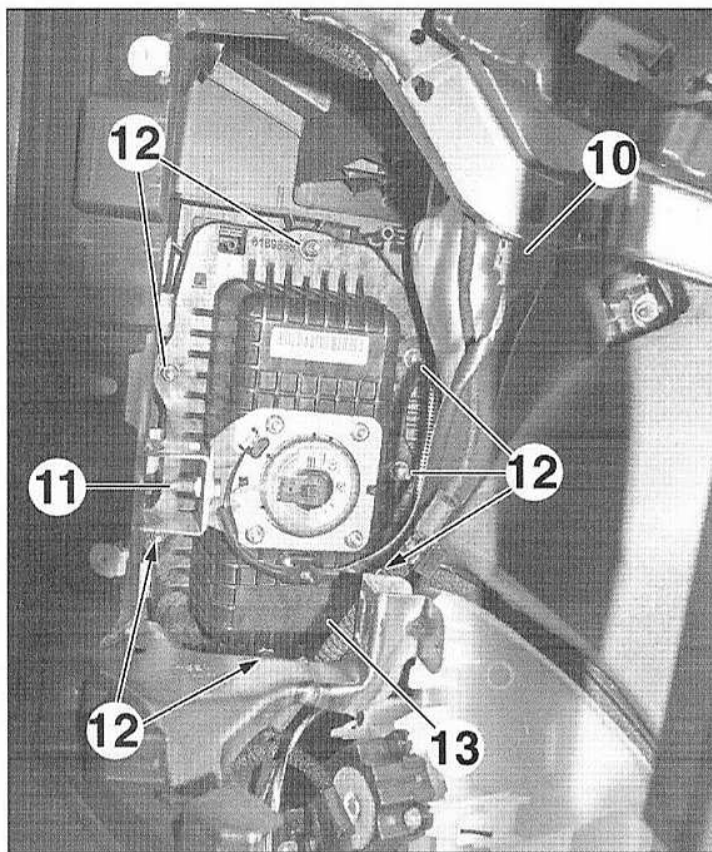

FIG.6
- Débrancher le connecteur (10) (Fig.6).
- la vis (11),
- les écrous (12),
- l'airbag frontal passager (13).